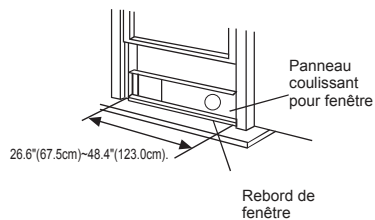

Fig. 9
2. Installation du panneau coulissant sur le rebord de la fenêtre : Ajustez la longueur du panneau coulissant avec la largeur de la fenêtre. Coupez-le si la largeur de la fenêtre est inférieure à 26.6 po. Ouvrez le châssis et placez le panneau coulissant sur le rebord de la fenêtre. Fig. 9.